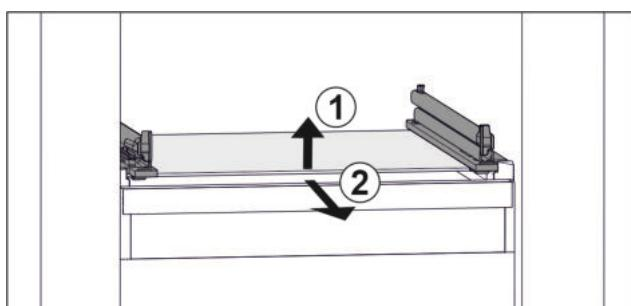

Fig. 45 Примерно изображение на стъклена плоча
- Повдигнете стъклена плоча отпред. Fig. 45 (1)
- Извадете стъклена плоча напред. Fig. 45 (2)